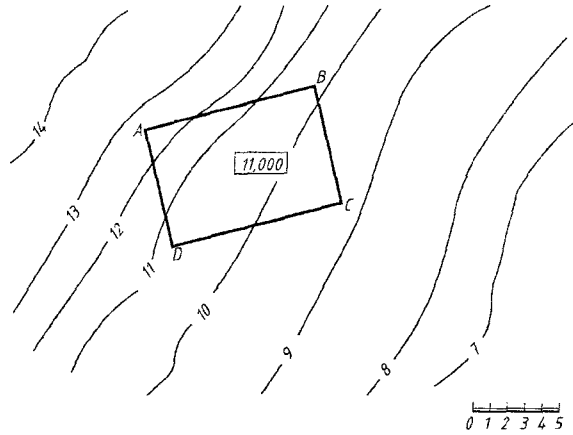

Рисунок 11
**Пример 5.** Определить границы насыпей и выемок горизонтальной строительной площадки ABCD, если уклон выемки  $i_v = 2:3$ , а уклон насыпи  $i_n = 1:1$  (рис.11).